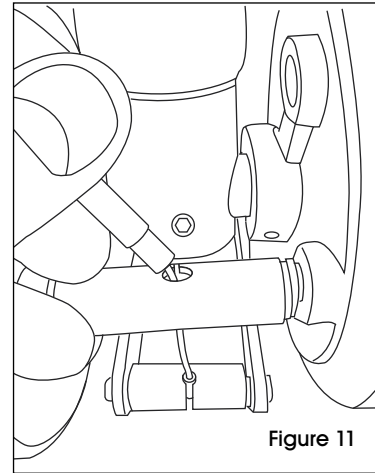

Figure 11
3. Insérez l'autre extrémité du câble de frein dans l'axe de charnière supérieur et positionnez-le bien en place. (Voir Figure 11 et 12)